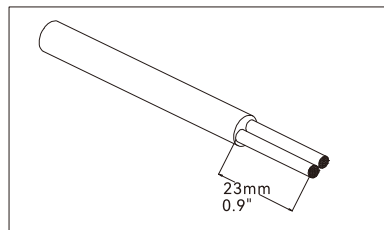

Figura 2
a) Remover a capa externa do cabo 0,9 polegadas (23 mm) (Figura 2).